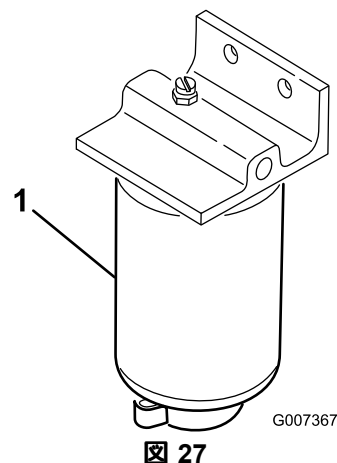

図 27
2. 燃料フィルタの下に燃料を受ける容器をおく図 27。
3. 燃料フィルタについているドレンプラグを開き、内部にたまっている異物を流し出す図 27。終了したらプラグを締める。